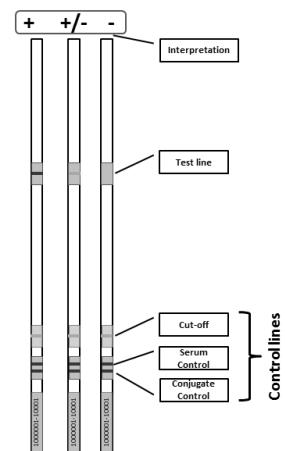

Abbildung 1: Schematische Darstellung von reagierten LIA-Streifen mit einer Testlinie.
- Die Testlinien sind über den Cut-Off-, Serum- und Konjugat-Kontrolllinien platziert, wie es in der schematischen Darstellung gezeigt ist (Abbildung 1). Serum- und Konjugat-Kontrolllinien erscheinen auf dem gleichen Teil der Nitrocellulose an der Unterseite des Streifens.
- Wie bezeichnet in Abbildung 1 sollten die Serum- und Konjugat-Kontrolllinien eindeutig positiv sein, was ein erfolgreiches Experiment anzeigen. Der Cut-Off ist eine schwache Linie mit Variation in der Intensität basierend auf den Versuchsbedingungen. Die schematische Darstellung in Abbildung 1 zeigt eine beispielhafte Testlinie. Bei ANA Advanced LIA (Abbildung 2) gibt es 22 Testlinien und 3 Kontrolllinien. Die Testlinienentwicklung hängt von der Probe ab. Positive Reaktionen können mit variierenden Intensitäten von schwach bis stark auftreten. **Schwache Reaktionen sollten sich im Vergleich zur Intensität der bereitgestellten Cut-Off-Linie innerhalb des Streifens befinden.** Reaktionen, die deutlich dunkler oder dichter sind als die Intensität der Cut-Off-Linie sollten als positiv betrachtet werden.